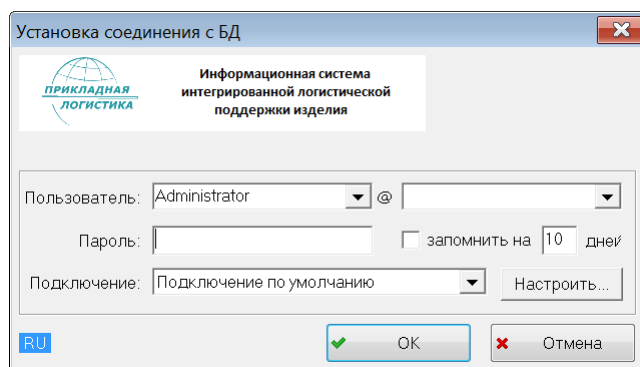

Рис. 4-10 – Окно установки соединения
3) В появившемся диалоговом окне для установки соединения с базой данных ввести имя пользователя, пароль, выбрать подключение к БД и нажать кнопку «ОК» (рис. 4-10). Данные сведения предоставляются пользователю администратором БД.